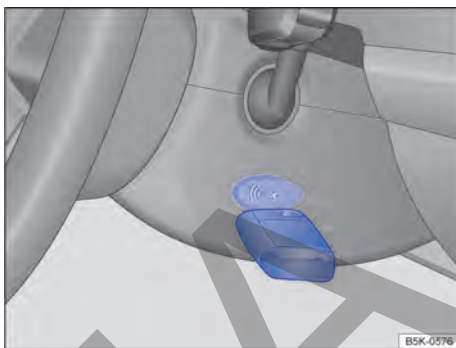

Fig. 87 A la derecha en la columna de dirección: función de arranque de emergencia en vehículos con sistema de bloqueo y de arranque Keyless Access sin llave.
- Mantener la llave del vehículo directamente después de presionar el botón de arranque a la derecha de la columna de dirección → fig. 87.